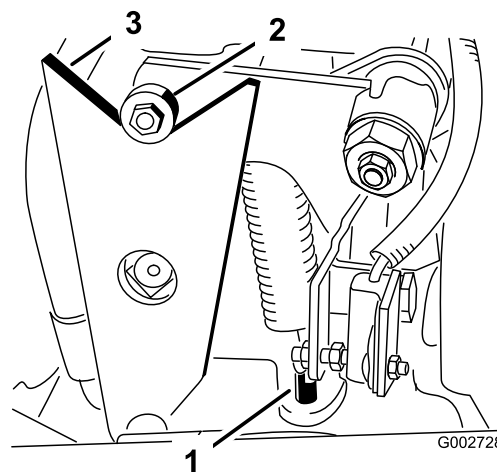

Figure 42
- Si les roues tournent dans le bon sens, arrêtez le moteur et réglez le contre-écrou de la goupille de réglage du ressort (Figure 42). Réglez la position point mort de la transmission aux roues ; voir Réglage du point mort de la transmission aux roues.